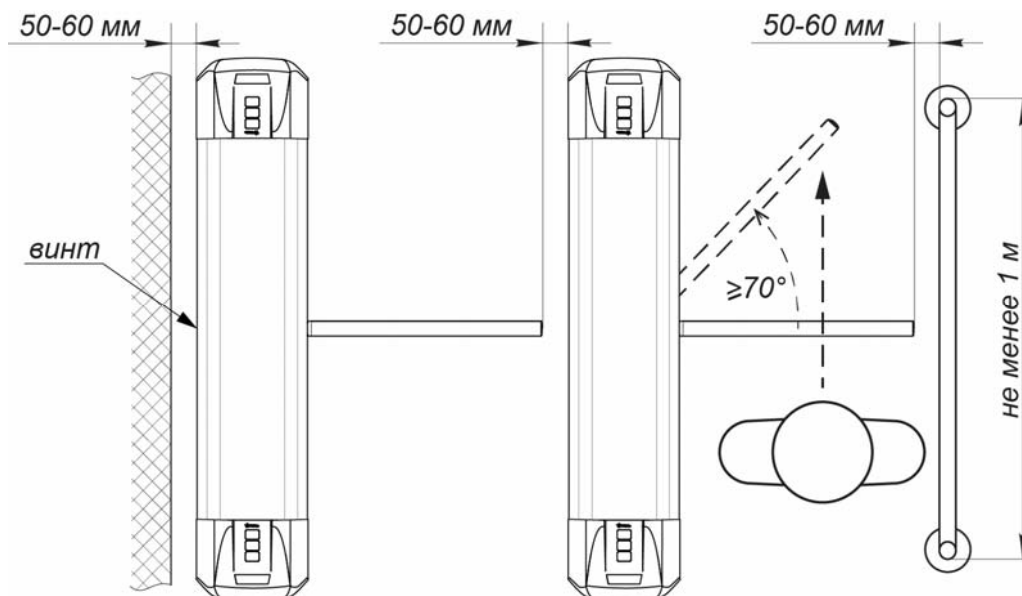

Рисунок 10. Рекомендации по организации зоны прохода
Для обеспечения такого угла поворота при организации зоны прохода следуйте рекомендациям, приведенным на рис. 10.
При установке стойки ЭП необходимо оставлять зазор не менее 50 мм между задней стенкой стойки и стеной для обеспечения доступа к установочному винту (19), фиксирующему крышку (см. рис. 10).